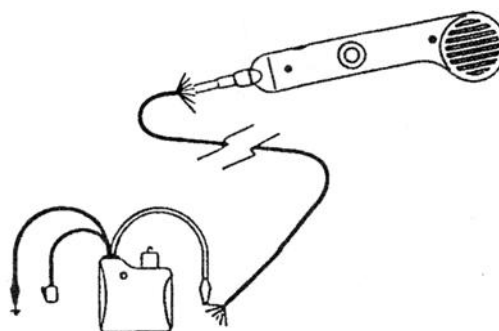

Рисунок 4
- ✓ Подсоедините один провод к земле, а другой к тестируемой жиле (рис.4)